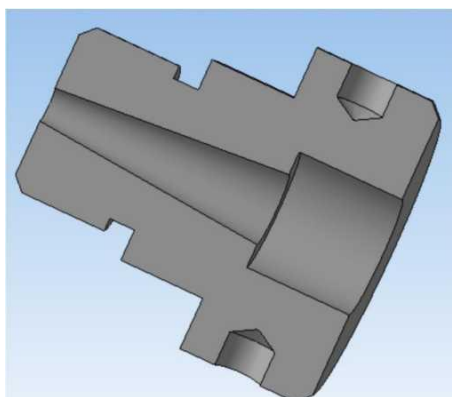

Рисунок 9.
8. Для точной проверки всех внутренних размеров детали сделаем вырез по плоскости ZY, для чего на панели инструментов **Компактная** выберем **Редактирование детали 1** и нажмем кнопку **Сечение поверхностью 2** и выберем плоскость ZY **3**, рисунок 9.